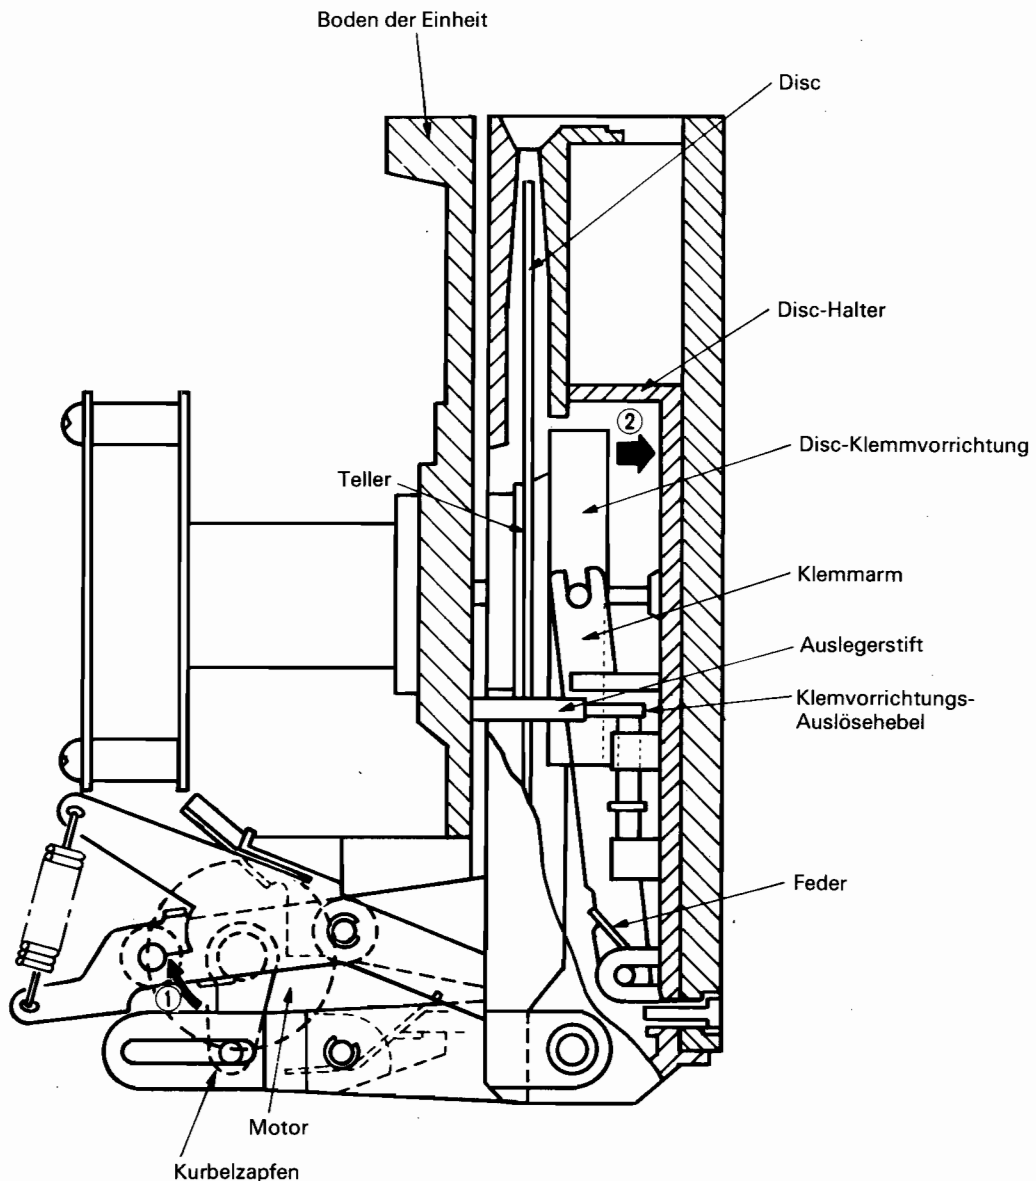

Abb. 59
Wenn der Öffnungsvorgang (OPEN) durchgeführt wird, werden die Auslegerstifte vom Klemmvorrichtung-Auslösehebel zurückgezogen. Dadurch kehrt die Disc-Klemmvorrichtung in richtung des mit 2 gekennzeichneten Pfeils zurück. Dies wird durch die Federkraft einer Feder bewirkt, die am unteren Teil des Klemmarms angebracht ist. (Siehe Abb. 59).
Wenn sich der in Abb. 59 gezeigte Kurbelzapfen in Richtung der Pfeile bewegt, berühren bei einem bestimmten Öffnungswinkel die am Dreharm (B) ange-